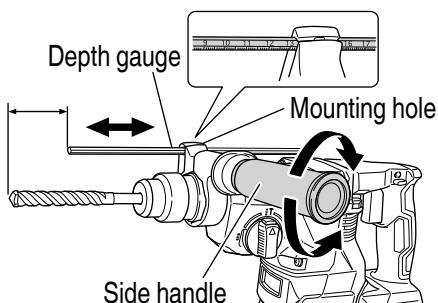

Fig. 29
7. Using depth gauge (Fig. 29)